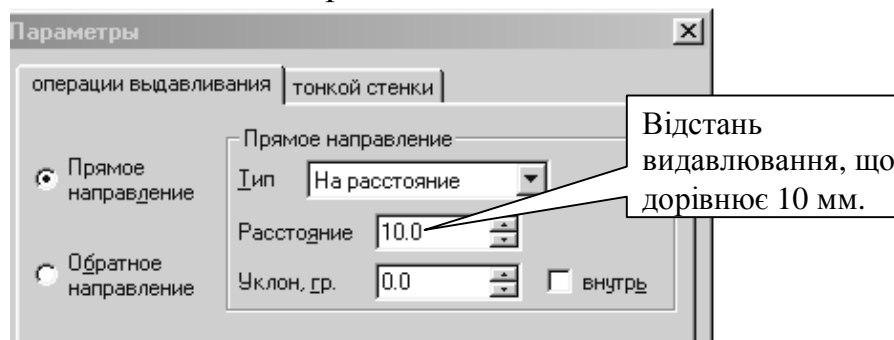

Рис. 5.14.
8. Встановіть параметри *Операції видавлювання*. Встановіть значення величини видавлювання 10 мм, рис. 5.14.